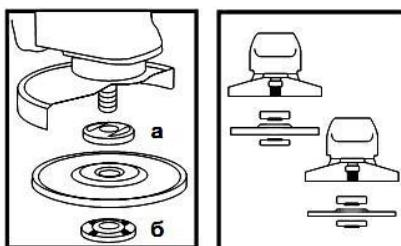

Рисунок 2
4.4 Встановіть на виріб шліфувальний або відрізний круг. Для цього натисніть на кнопку фіксації шпинделя (1) і поверніть його до такого положення, при якому він зафіксується. За допомогою вілочкового ключа з комплекту виробу відверніть і зніміть затискну гайку (6) (дивіться рисунок 2). Встановіть шліфувальний диск на посадкове місце фланцевої шайби (а) (рисунок 2), наживіть рукою затискну гайку на шпиндель і затягніть її ключем з комплекту приладу.